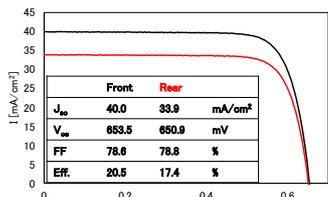

Fig. 4 I-V properties from front and rear sides.
- ✓ 裏面から光照射時にも17%を超えるセル特性を示す。(Fig. 4)